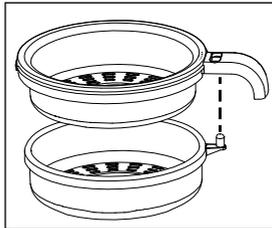

Fig. 1
- ◆ En caso necesario, desenrolle el cable de conexión del enrollacables ⑫.
- ◆ Coloque la base ⑪ sobre una superficie seca y plana.
- ◆ Monte el filtro ④/⑤. Coloque ambas piezas la una sobre la otra de forma que el interruptor de selección ⑥ sobresalga a través del orificio de la parte superior ④ (Fig. 1). Presione ambas piezas hasta que encastran.